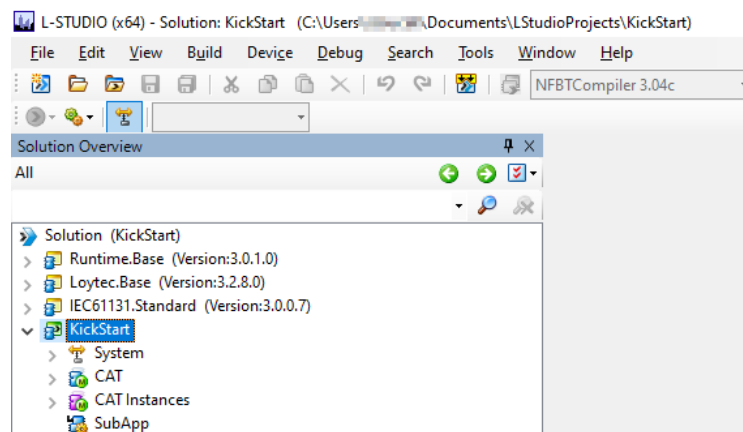

Abbildung 41: Leere L-STUDIO-Projektmappe.
3. Dadurch wird eine leere Projektmappe mit dem Namen „KickStart“ erstellt, wie in Abbildung 41 dargestellt.